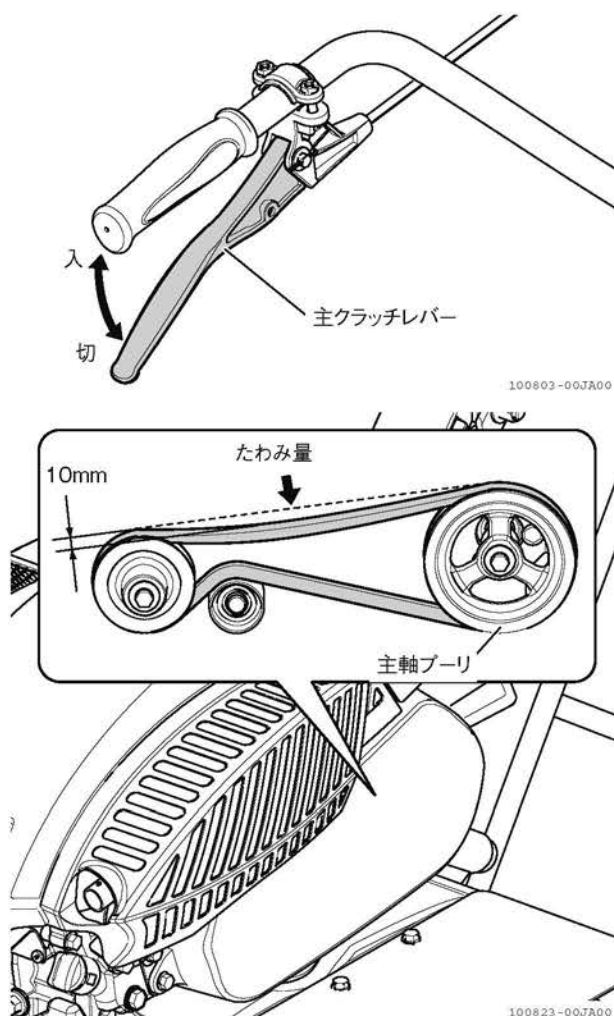

図 4-26
4. 主クラッチレバー「入」位置で V ベルトの中央部を指で押したときのたわみが約 10mm になっているか確認します。(図 4-26)